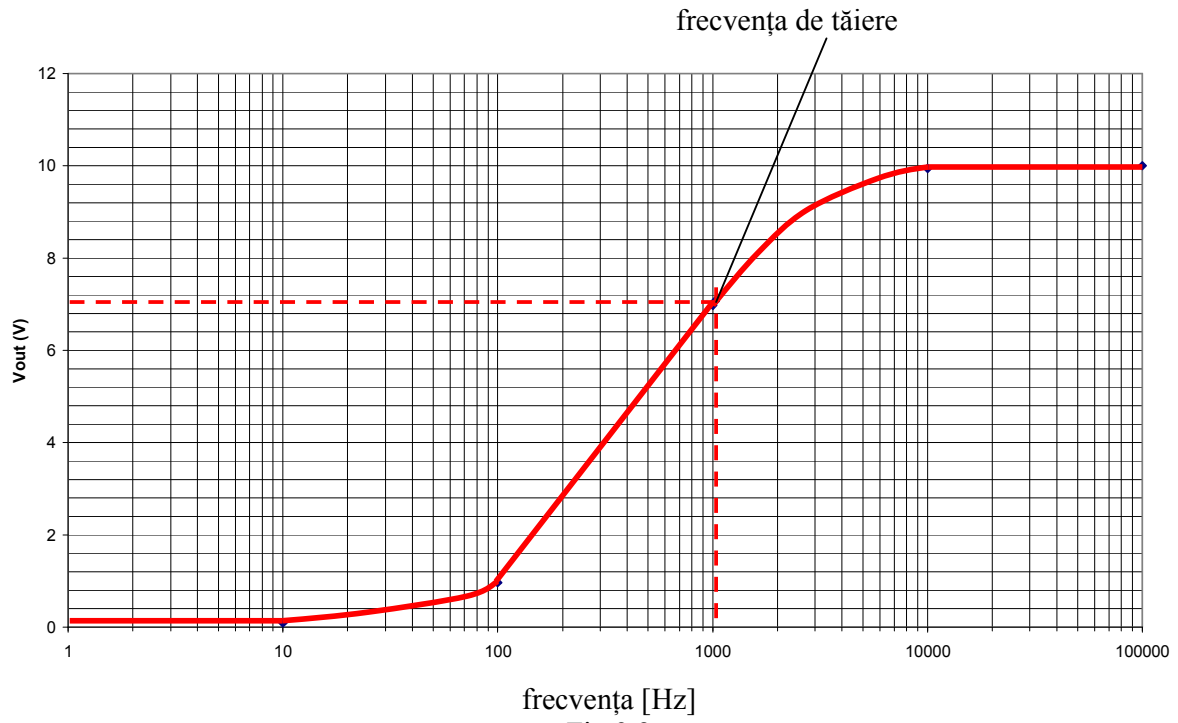

Fig.9.2
6. Graficul variației tensiunii funcție de frecvență este prezentat în fig.9.2